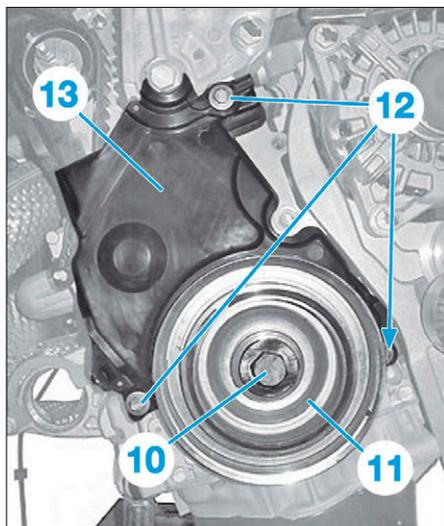

FIG. 9
- la vis (10) et son entretoise (Fig.9),
- la poulie de vilebrequin (11),
- les 3 vis (12),
- le carter de distribution (13).